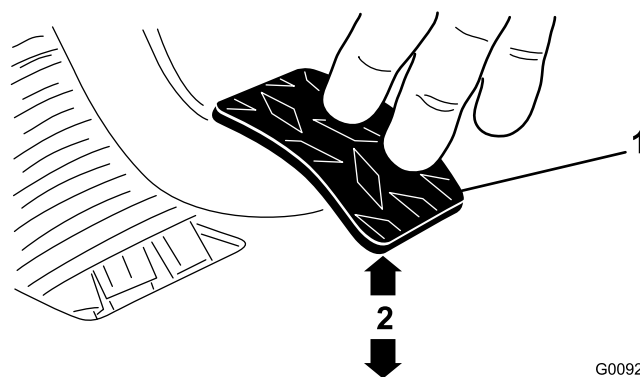

Figura 57
3. Ajuste las contratuercas o la articulación esférica hasta que el borde trasero del pedal del embrague esté a 9.2 mm – 9.8 cm ($3\frac{5}{8}$ " – $3\frac{7}{8}$ " del borde superior del dibujo a rombos de la chapa de suelo al aplicar una fuerza de 1.8 kg (4 libras) al pedal (Figura 57).